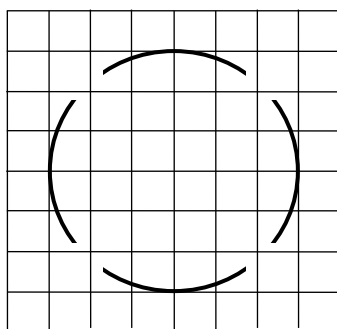

Рис. 11.
25. Определить частоту  $f$  исследуемого сигнала генератора, напряжением которого осуществляется круговая развертка. Напряжение генератора с образцовой частотой  $f_0 = 1000 \text{ Гц}$  подано на модулятор яркости ЭЛТ. Осциллограмма, полученная на экране ЭЛТ, представлена на рис. 11.